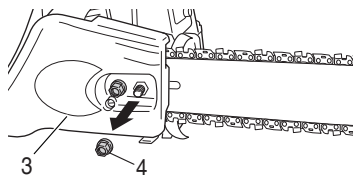

Fig. 3
2. Quite las tuercas de fijación (4) de la barra de guía. Quite la caja lateral (3). (Fig. 3)